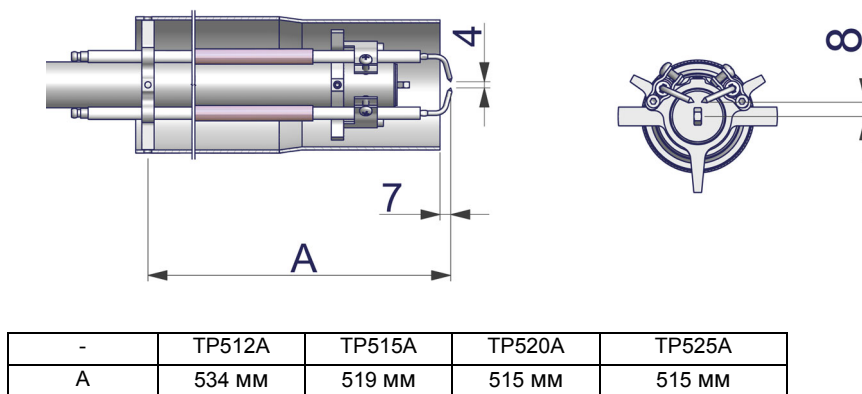
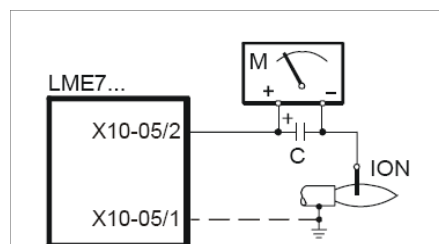
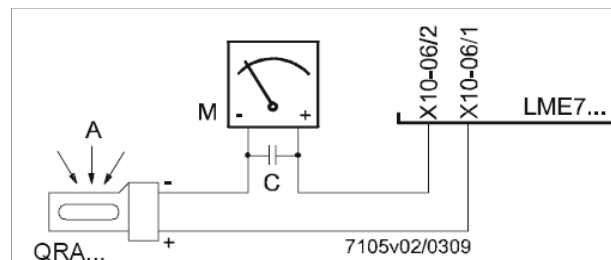

Рис. 10
Рис. 11 - Контроль пламени с помощью электрода
Рис. 12 - Контроль пламени с помощью фотоэлемента QRA.
- Проверьте запальный и контрольный электроды, очистите, отрегулируйте и, при необходимости, замените (см. Рис. 10). В случае, если у вас есть сомнения, проверьте систему контроля после запуска горелки, следуя схемам на Рис. 11-Рис. 12).